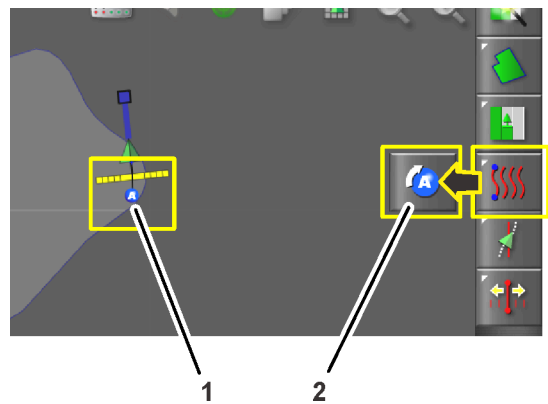

Bild 16
5. Drücken Sie das Symbol für den Einstellpunkt A (Bild 16).